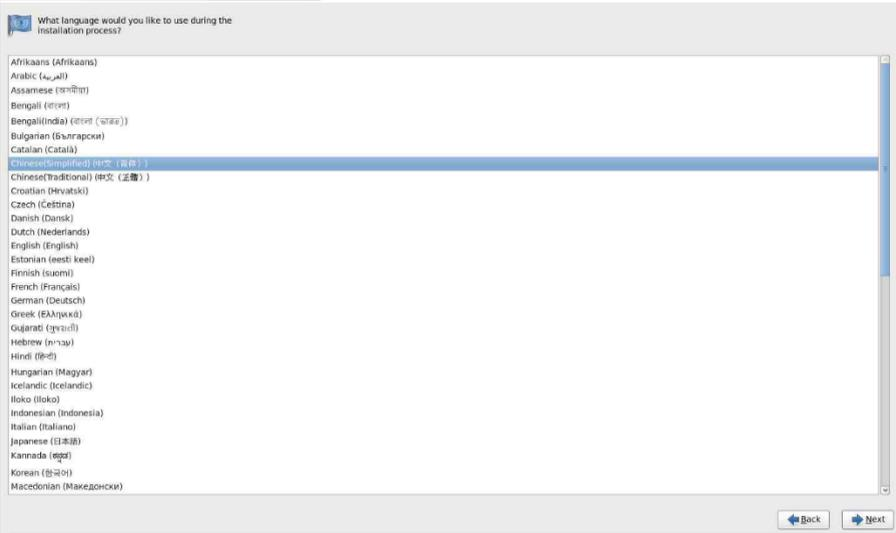

图 6-22
- e. 单击 Next 进入语言选择界面，进行安装时的语言选择，如图 6-22 所示。